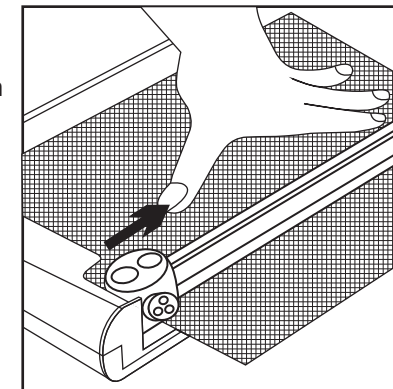

Figura 2
6.5 Para concluir o corte, pressione a cabeça de corte para baixo e deslize-a ao longo do trilho guia para o outro lado, conforme a Figura 2.